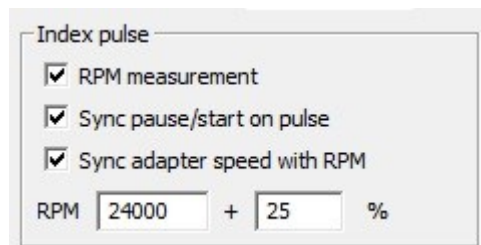

Рисунок 11.
5.7. Панель настройки индексного входа, рисунок 11.